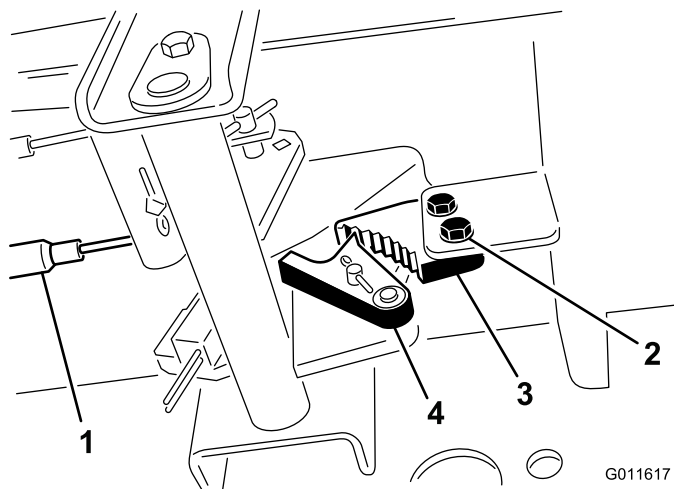

图57
1. 松开将驻车刹车闸固定到机架的 2 个螺钉（图57）。
2. 向前踩驻车刹车踏板，直到刹车卡槽完全接合刹车闸（图57）。